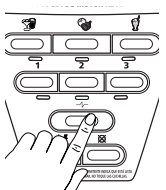

Fig. 26
1. Pressione e mantenha pressionado o botão para pulsar  (Fig. 26).